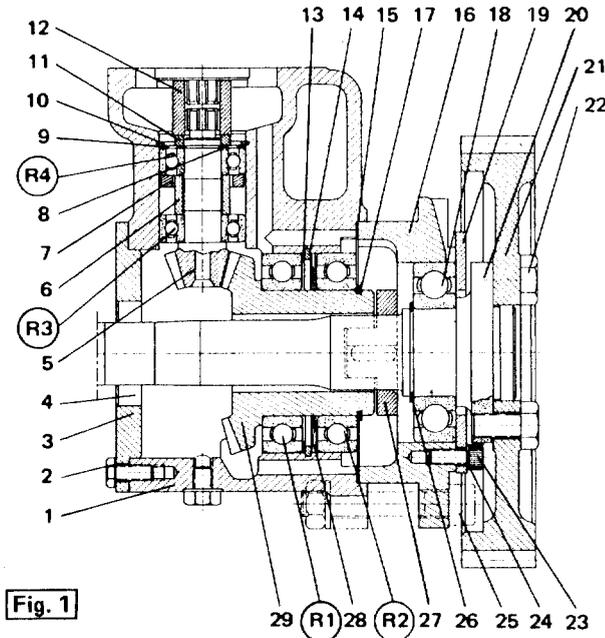

Fig. 1
- procéder au remplacement de ces pièces si nécessaire, déposer le circlips (Rep. 17) sur l'extrémité de roue conique (Rep. 29). (Fig. 1).
- les deux rondelles Schnors (Rep. 28) (Fig. 1)